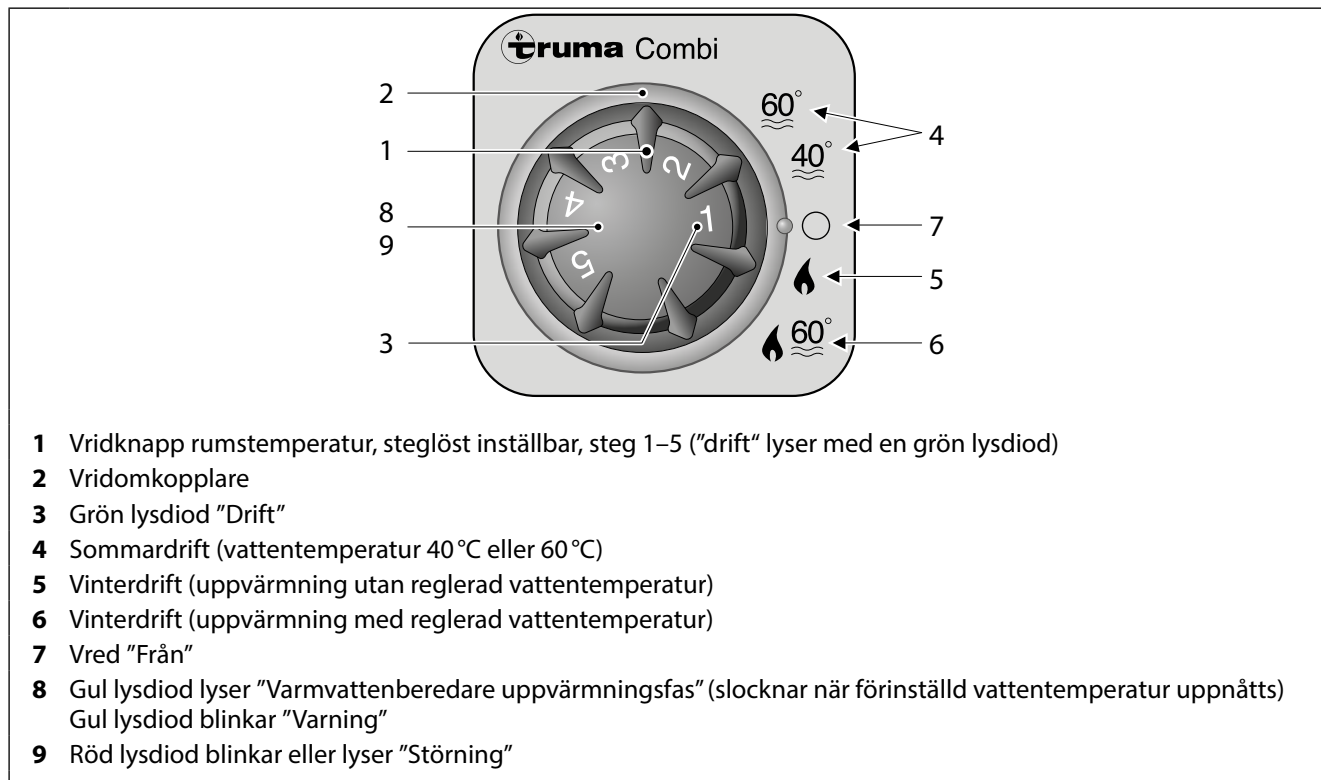

Fig. 58 Kontrollpanel CP classic
När ett av de båda driftsätten är tillkopplat lyser den gröna lysdioden bakom vredet (Fig. 58, pos. 1).
1. Vrid vridreglaget (Fig. 58, pos. 2) till önskad vattentemperatur, 40°C eller 60°C (Fig. 58, pos. 4).
När den inställda temperaturen uppnåtts stängs brännaren av och den gula lysdioden (Fig. 58, pos. 8) slocknar. Brännaren arbetar på lägsta nivå.
1. Vrid vredet (Fig. 58, pos. 2) till läge 6.
2. Vrid vredet (Fig. 58, pos. 1) till önskad termostatinställning 1–5 för rumstemperatur.
Den gröna lysdioden (Fig. 58, pos. 3) tänds och visar läget för inställd rumstemperatur.
När inställd rumstemperatur är uppnådd, kopplar brännaren tillbaka till lägsta nivå och vattnet i beredaren värms till en temperatur på 60°C. Den gula lysdioden (Fig. 58, pos. 8) indikerar uppvärmningsfasen och slocknar när vattentemperaturen är uppnådd.
1. Vrid vredet (Fig. 58, pos. 2) till läge 5.
Den gröna lysdioden (Fig. 58, pos. 3) tänds och visar läget för inställd rumstemperatur. Värmen kopplas från när inställd rumstemperatur är uppnådd.
Vattnet i beredaren värms automatiskt om beredaren är vattenfylld. Den gula lysdioden (Fig. 58, pos. 8) lyser endast vid vattentemperaturer under 5°C.
1. Vrid vredet (Fig. 58, pos. 2) till läge ○.